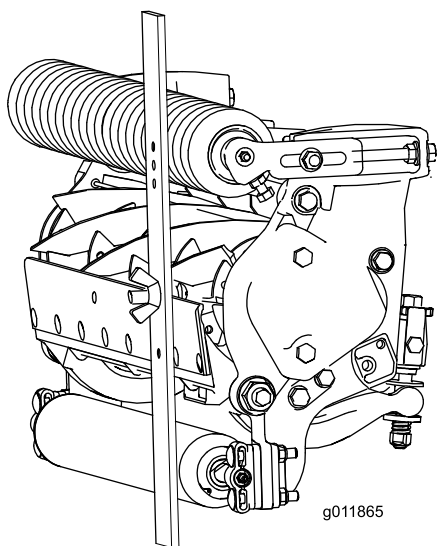

図 19
3. ゲージバーのねじの頭を下刃の先端に引っかけ、バーの後端を後ローラに当てがう 図 19。
4. バーの前端がローラに当たるように、調整ねじで調整する 図 19。ローラ全体が下刃と平行になるように、ローラの両側を均等に調節する。